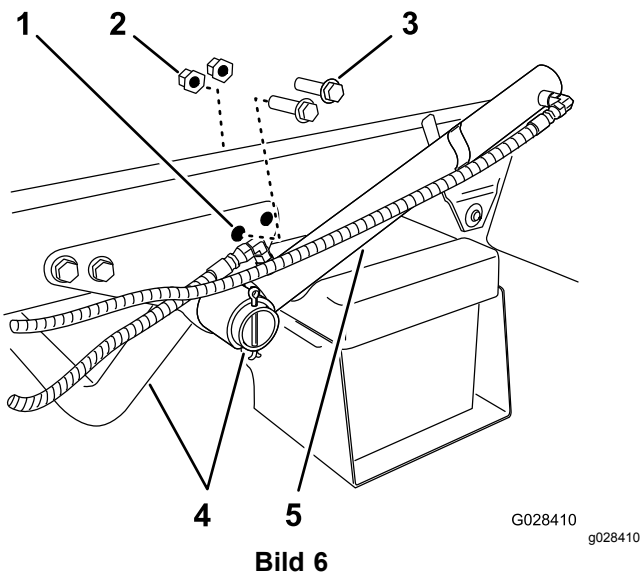

Bild 6
- Entfernen Sie die zwei hinteren Bundkopfschrauben und zwei Sicherungsbundmutter, mit denen die Stützhalterung für das Motorrohr am Rahmen der Maschine befestigt ist (Bild 6).
- Drehen Sie den Hubzylinder, um einen Abstand für das Montieren der Befestigungshalterung am Behältergestell zu schaffen (Bild 6).